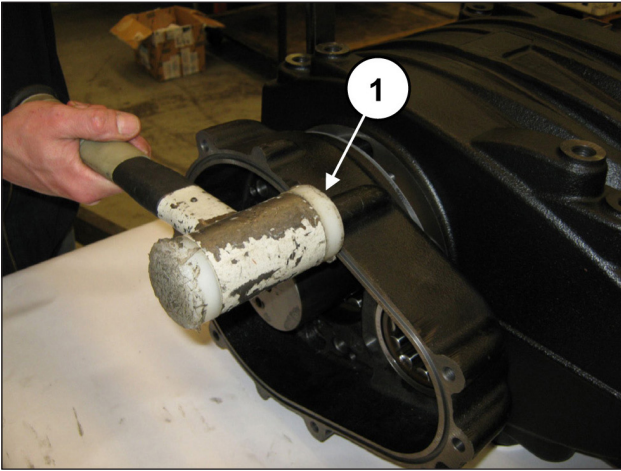

Fig. 63
Monter le boîtier du réducteur (et son joint) à l'aide d'un outil à inertie (rep. ①, Fig. 63).